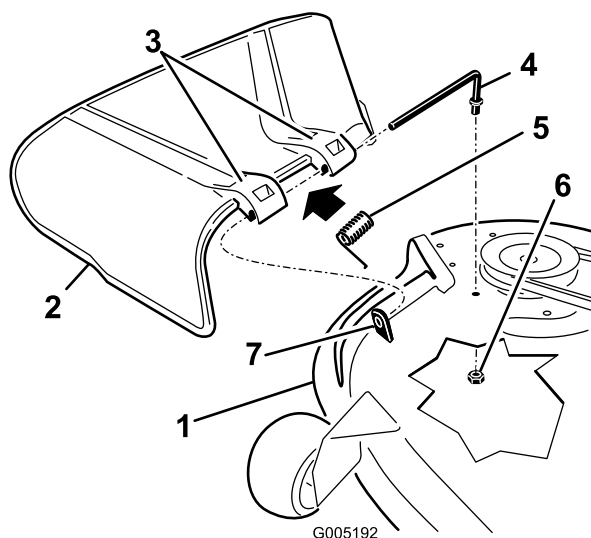

Figura 56
1. Localice los elementos mostrados en la Figura 56.
2. Retire la tuerca (3/8 pulg.) de la varilla (debajo del cortacésped) (Figura 56).
3. Retire la varilla del espaciador corto, del muelle y del deflector de hierba (Figura 56). Retire el deflector de hierba dañado o desgastado.
4. Vuelva a colocar el deflector de hierba (Figura 56).
6. Coloque el muelle sobre la varilla, con los extremos de los alambres hacia abajo, y entre los soportes del deflector de hierba. Deslice la varilla por el segundo soporte del deflector de hierba (Figura 56).
7. Introduzca la varilla, en la parte delantera del deflector de hierba, por el espaciador corto de la carcasa. Fije el extremo trasero de la varilla en el cortacésped con una tuerca (3/8 pulg.) (Figura 56).